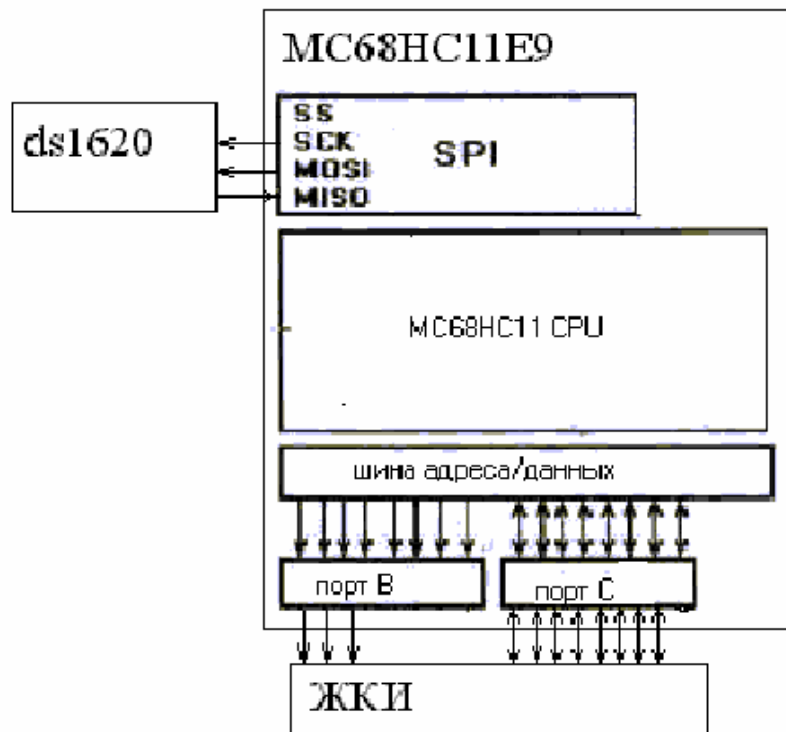

Рис. 12. Второй вариант доработки платы M68HC11EVB
Третий вариант доработки представляет систему измерения температуры на базе SPI интерфейса. Структурная схема разработанной измерительной системы приведена на рис. 12.
1. Собрать измерительную систему в соответствии с рис. 12.